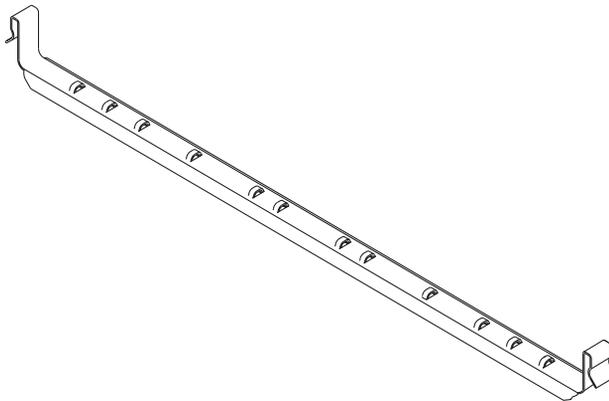
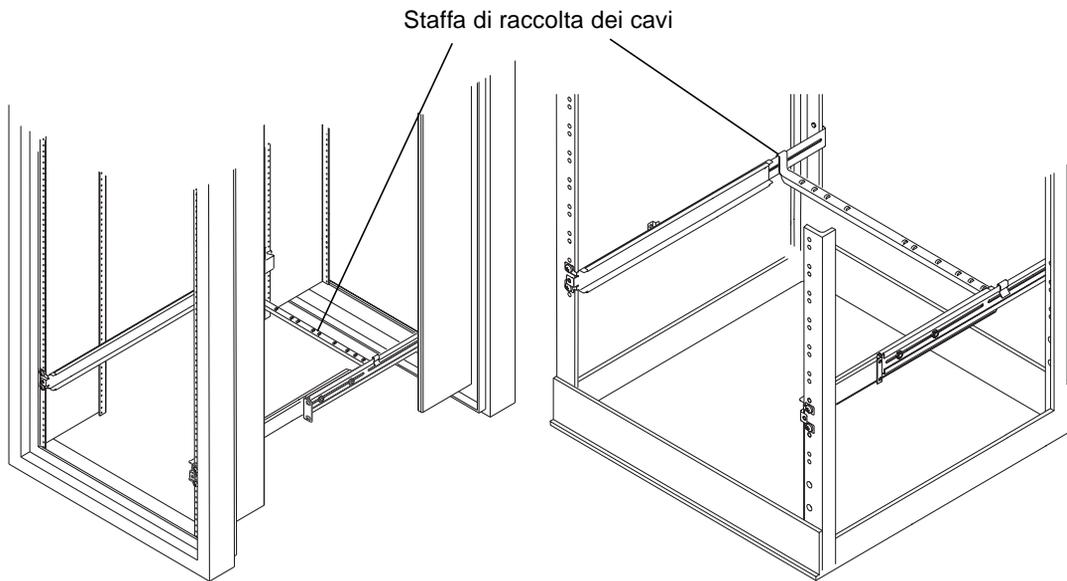

FIGURA 3-7 Staffa di raccolta dei cavi
FIGURA 3-8 Staffa di raccolta dei cavi installata in entrambi i rack di espansione
12. **Agganciare la staffa di raccolta dei cavi alla slitta sul retro del sistema. Vedere la FIGURA 3-7 e la FIGURA 3-8.**